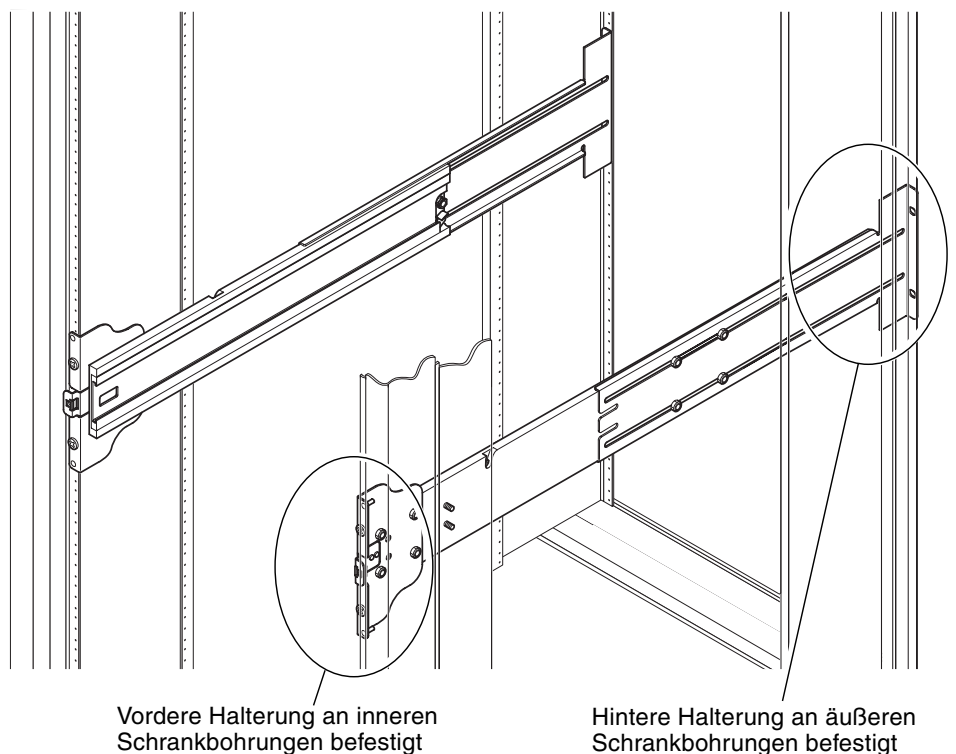

ABBILDUNG 1-5 Montieren der Schienenmodule in einem Sun Rack 900-Schrank bzw. einem 19-Zoll-Schrank mit vier Stützen
1. Stecken Sie die Stifte in der vorderen Halterung in die Schrankbohrungen 22 und 33 (ABBILDUNG 1-5).
1. Stecken Sie die Stifte in der vorderen Halterung in die Schrankbohrungen 58 und 69 (ABBILDUNG 1-5).
3. Befestigen Sie die hintere Halterung mit zwei UNF 10/32-Schrauben (ABBILDUNG 1-5).
4. Befestigen Sie die vordere Halterung mit zwei UNF 10/32-Schrauben (ABBILDUNG 1-5).